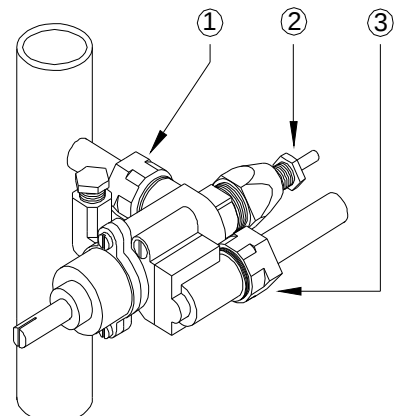

Fig.10
- c) Löse die Schraube vom Thermoelement. (2) Abb..10. am Ventil.